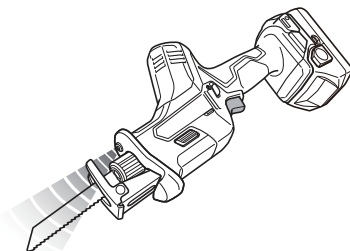

Fig. 27
6. Señales de aviso de luz LED (Fig. 27)